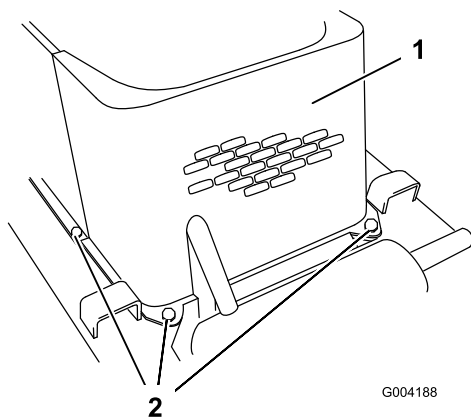

Рисунок 27
5. Снимите 4 болта крепления решетки радиатора к раме тягового блока (Рисунок 27).